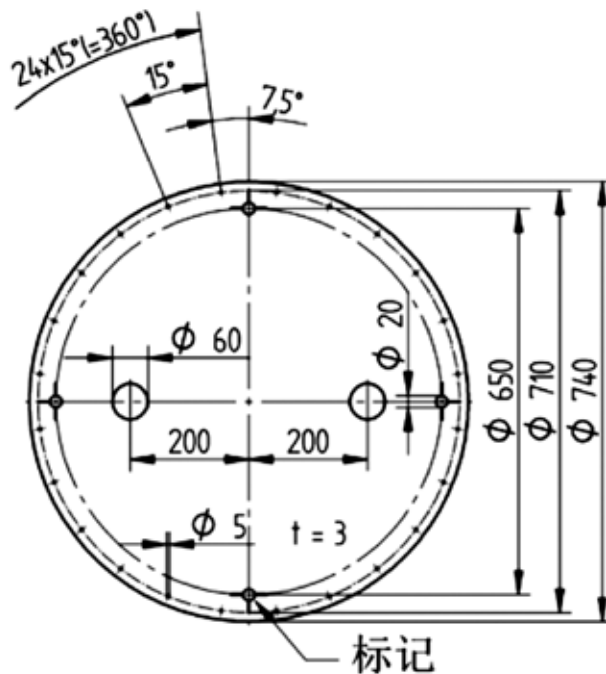

图 7 钻孔样板
1. 将钻孔样板放置在安装法兰上, 并根据四个标记调整 (图 7 钻孔样板)